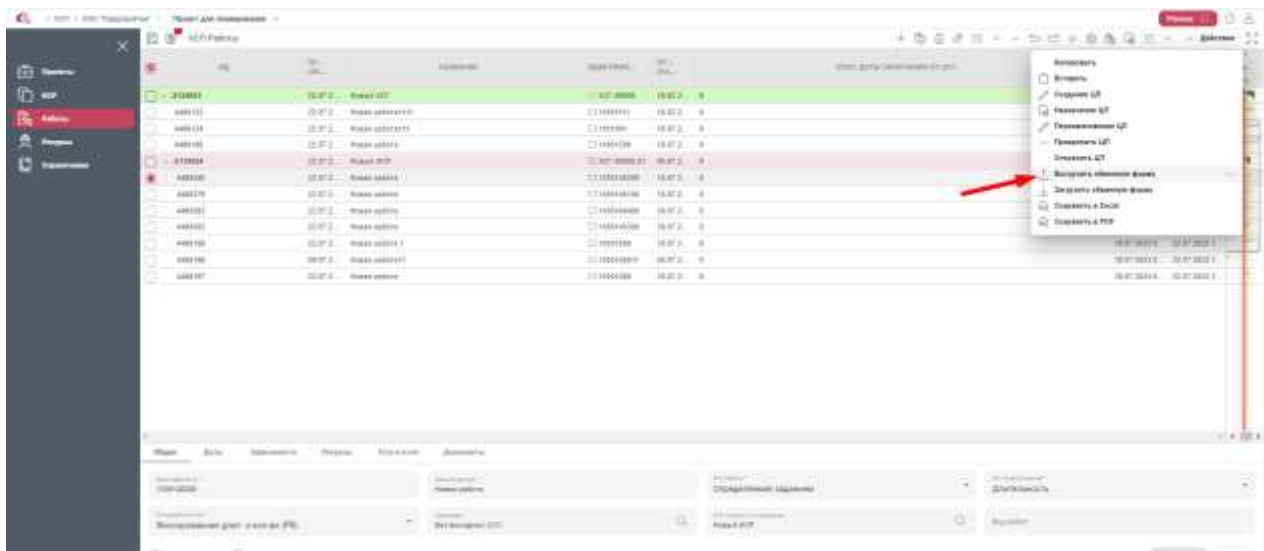

Рисунок 133– Раздел «Работы», Действия – Экспорт обменной формы
2.1 Нажать в меню «Действие» (в разделе Работы), далее - «Экспорт обменной формы» (Рисунок 133).